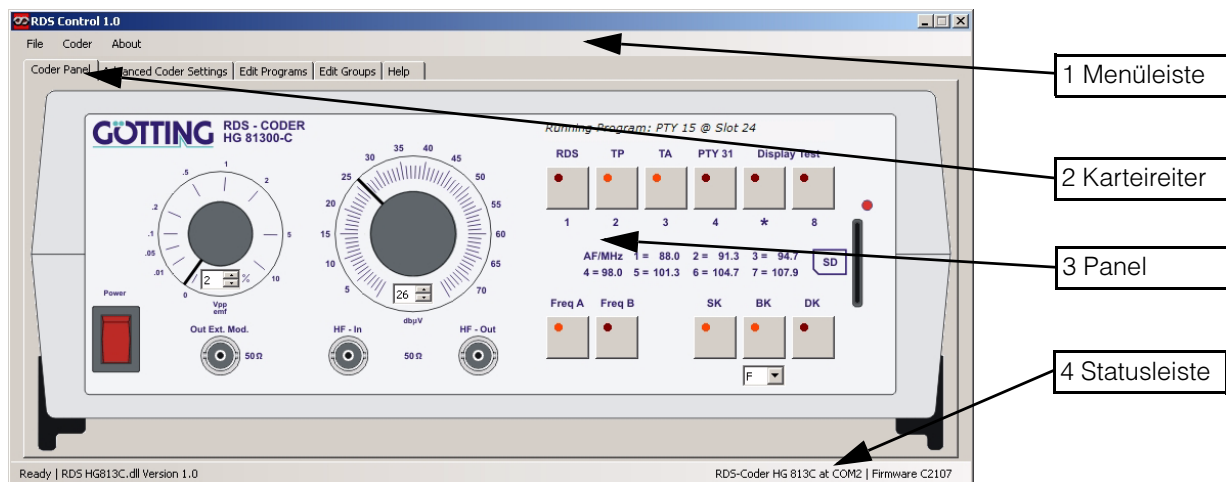

Bild 8 Screenshot: Hauptbildschirm des Programms RDS Control
1. Über Mausklick auf die Tasten in der grafischen Darstellung der Generators (Karteiblatt **Coder Panel**, siehe Bild 8 auf Seite 22). Die Tasten im linken oberen Block haben dieselbe Wertigkeit wie die Tasten in Block 6 auf der Frontseite des Generators (siehe auch Tabelle 6 auf Seite 17). Hiermit können demnach nur Plätze mit Zweierpotenz-Nummern ausgewählt werden. Sollen die Programmplätze auch über die Tasten direkt am Gerät ausgewählt werden können, empfiehlt es sich ohnehin, vorrangig nur Zweierpotenz-Nummern zu belegen. Um den vierten Programmplatz anzuwählen, müssen Sie nur die dritte Taste von rechts mit der Maus anklicken.